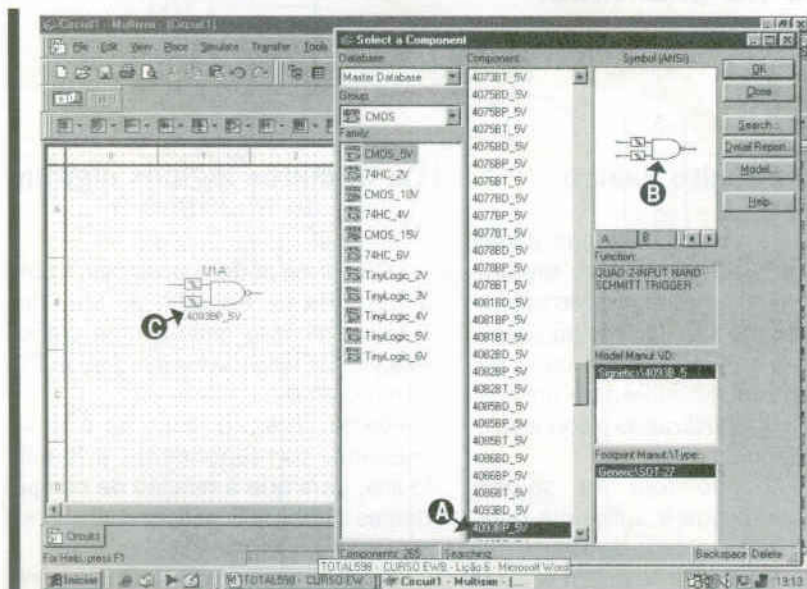

Figura 3 - Selecionando o 4093
Conforme vemos na figura 3, fazendo a escolha desse circuito integrado em (A), apenas uma porta é colocada na área de trabalho, de acordo o indicado em (B) e em (C),